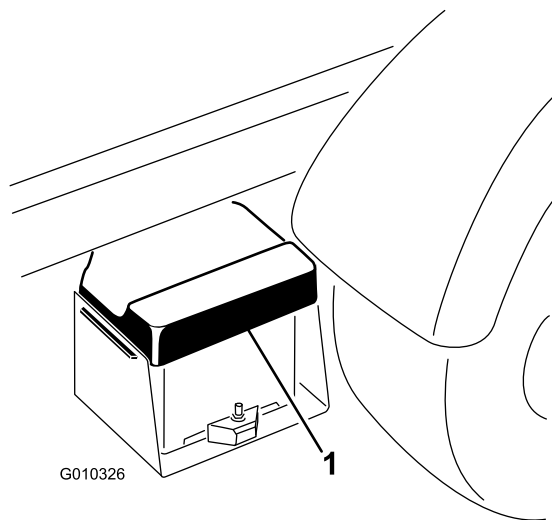

Figure 47
1. Appuyez sur le couvercle de la batterie pour dégager les languettes de la base de la batterie. Enlevez le couvercle de la base de la batterie (Figure 47).